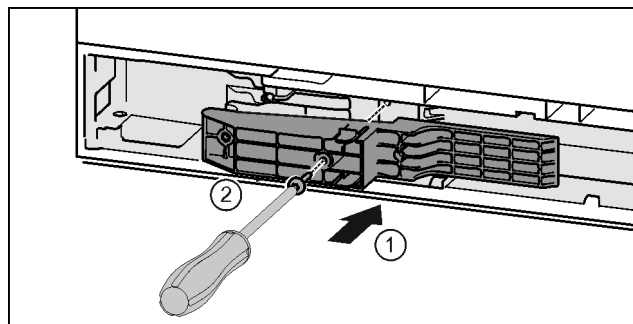

Fig. 45 *
- Adapterstück auf der Griffseite in die Aussparung einsetzen. Fig. 45 (1)*
- Schrauben mit Schraubendreher T15 festschrauben. Fig. 45 (2)*